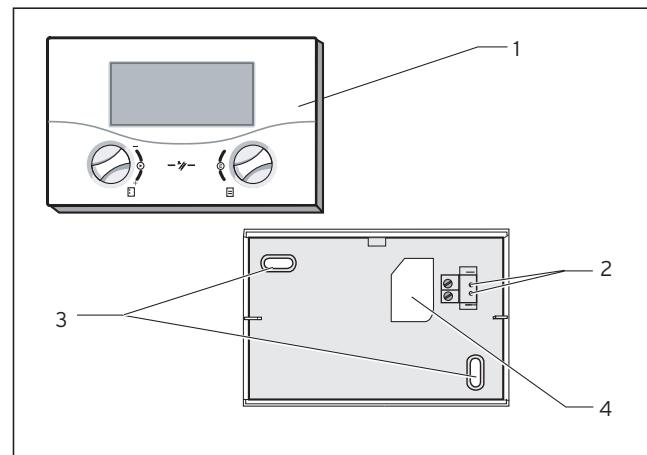
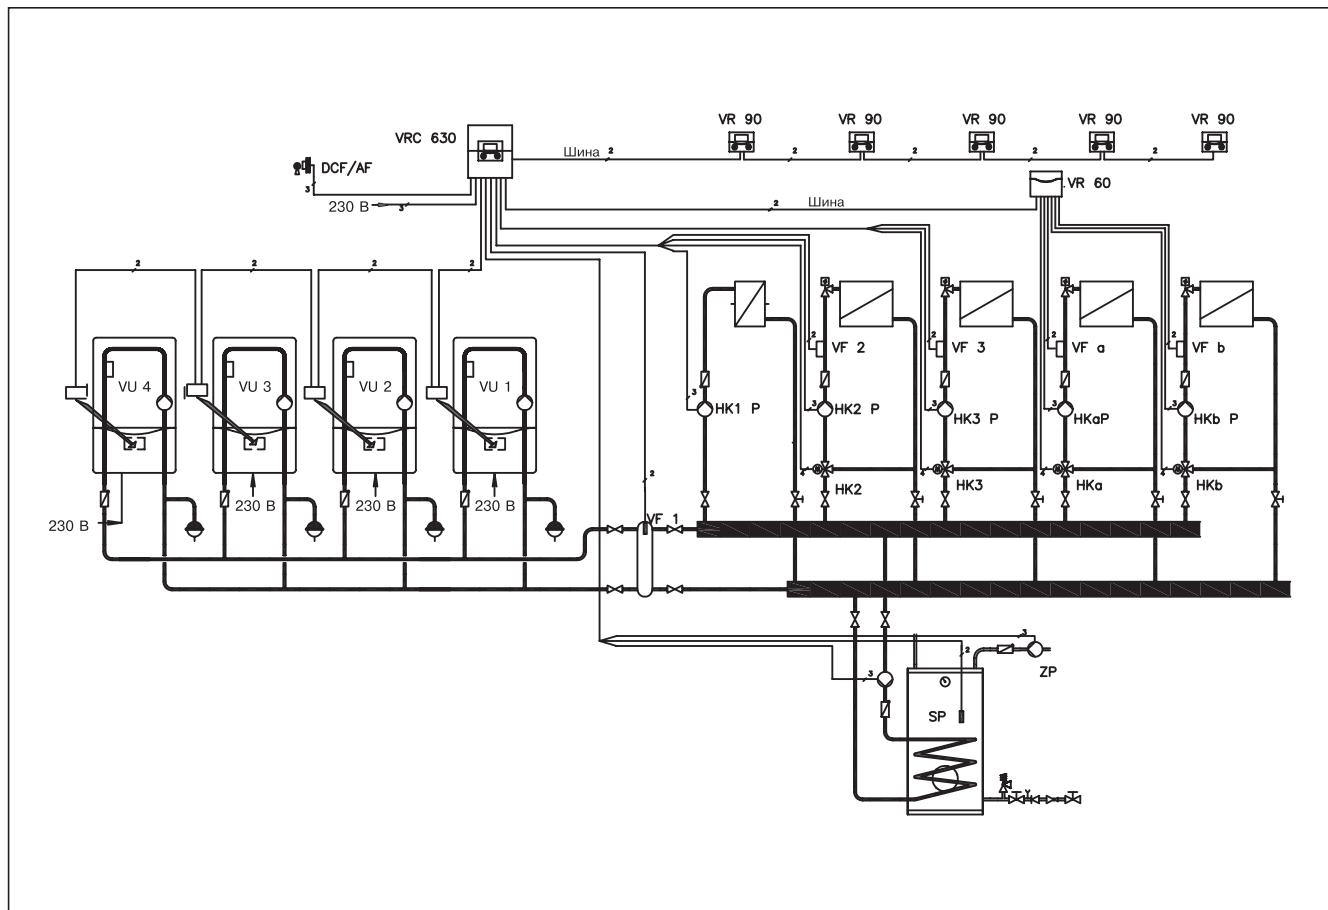

Рис. 3.4: Монтаж устройства дистанционного управления
Рис. 4.8: 4 VU 466 E в каскаде, схема с общим коллектором, 4 контура отопления, 1 водонагреватель, регулятор VRC 630
- Просверлите два крепежных отверстия (3) для цоколя настенного монтажа VR 55 диаметром 6 мм в соответствии с рис. 3.4 и вставьте входящие в комплект дюбели.
- Проложите подводящий кабель через кабельный ввод (4).
- Подключите подводящий кабель согласно рис. 4.8 на странице 24.
- Установите регулятор на цоколе настенного монтажа таким образом, чтобы штифты на обратной стороне верхней части вошли в крепления (2).